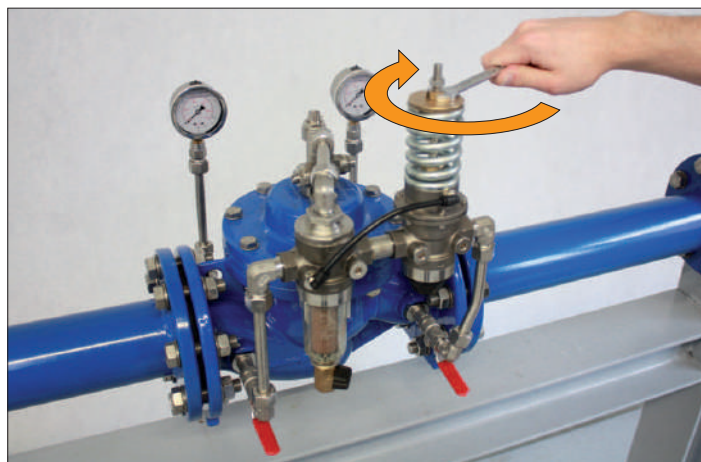

Рис. 15: Затягивание пружины
2. Создать предварительное напряжение на внешней пружине «пилота» - повернуть гайку по часовой стрелке (рис. 15) с помощью рожкового ключа на 13.